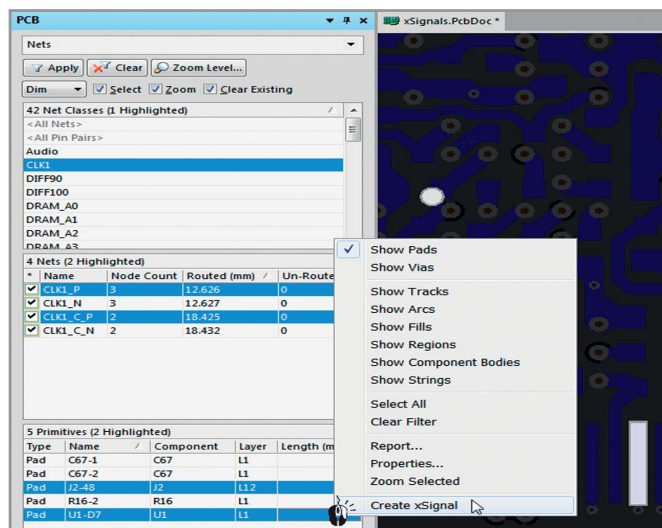

Рис. 3. Формирование xSignals командой Create xSignals
1. Установите PCB Panel (Панель печатной платы) в режим Nets (Цепи), выберите требуемые цепи, определите и выберите требуемые контактные площадки в нужных цепях в разделе Primitives (Примитивы), затем щёлкните правой кнопкой по одной из выбранных контактных площадок и выберите команду Create xSignals (Создать xSignals) из контекстного меню (см. рис. 3).